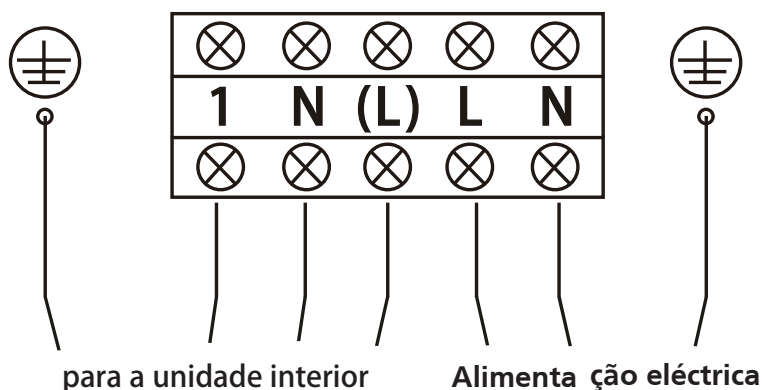

Figura 21
- g. Ligue o cabo de ligação ao bloco de terminais. Consulte a Figura 21. Ligue a cablagem de acordo com a posição dos fios ligados da unidade interior (letras L N 1 e terra).